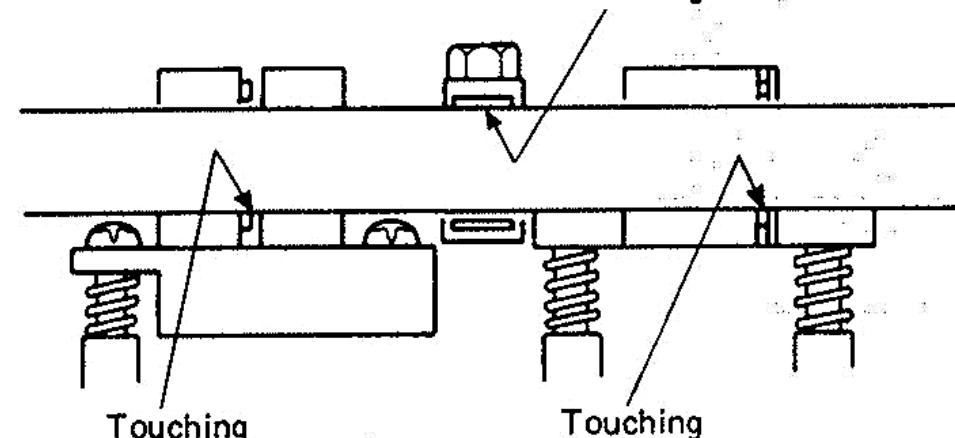

Fig. 2-6
23. Run mirror tape TEAC MXT-902 in play and stop alternately to check that tape flushes with (and does not rub on) the following: tape guide lower edge of the erase and the rec/repro head, and the upper edge of the tape guide between the heads (Fig.2-6).
- 23) ミラー・テープ TEAC MXT-902を走行させ、Fig. 2-6 の様にテープが消去ヘッド及び録・再ヘッドのテープ・ガイド下側、テープ・ガイド上側に当たり、かつテープのカールが無いことをストップ、プレイを繰返し確認する。